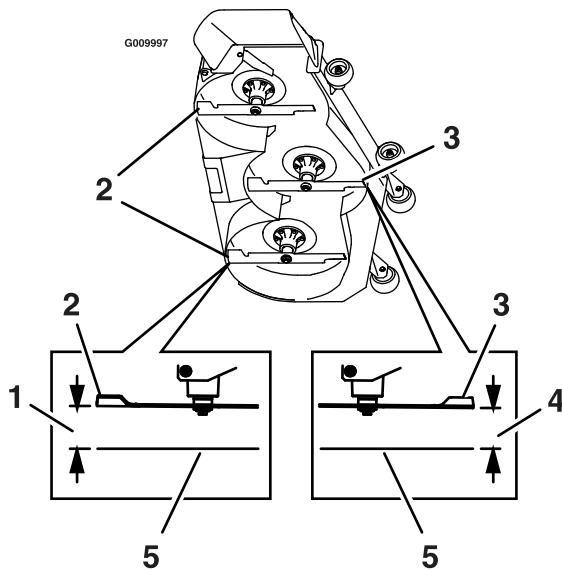

Bild 81
7. Messen Sie den Abstand zwischen dem Boden (ebene Fläche) bis zur vorderen Spitze des mittleren Messers (**Bild 81**).